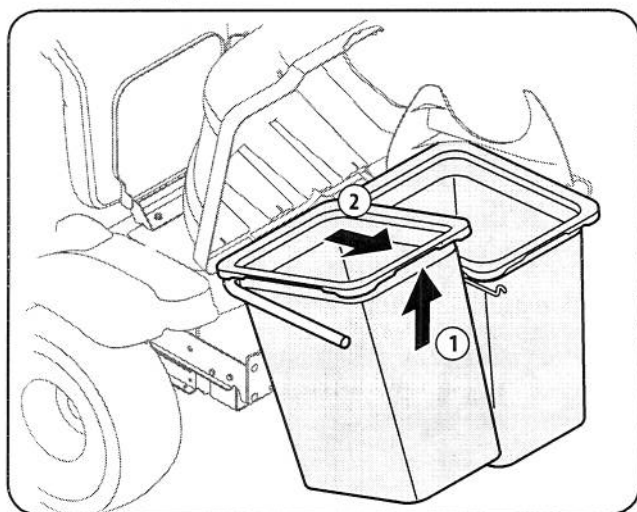

Figure 5-2
3. Retirez les sachets d'herbe par la levée de ces (1 dans la Fig. 5-2) et le transfert des sacs hors de la valise de soutien de montage (2).